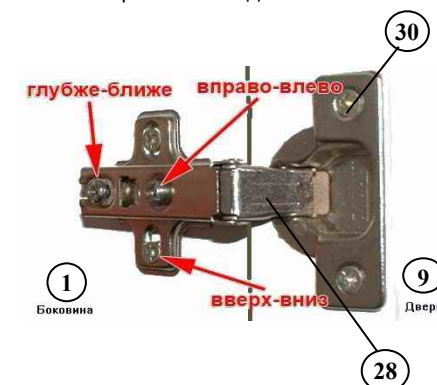

Рис.4 Крепление и регулировка распашного фасада
1. Установить в засверленные гнезда на внутренней поверхности двери левой (8) и двери правой (9) накладные петли (28) и ответную планку петли на боковые стенки (1,2) по разметке и закрепить их саморезами 4x16 (30).
2. Установить и отрегулировать двери (8,9) при помощи регулировочных винтов (рисунок 4).
3. Установить ручку (26) на двери (8,9).
1. Установить муфты эксцентриков (22) и шканты (31) в подходящие отверстия на боковинах ящиков (14,15). Вкрутить шток эксцентрика (22) в фасады ящиков (12) (рисунок 4,5).
2. Собрать корпус ящика по рисунку 6 при помощи винтов-конфирматов (20) и эксцентриковых стяжек (22).
3. Выверить прямоугольность корпуса ящика (равные диагонали). Дно ящика (7) завести в паз на фасаде (12), закрепить гвоздями (32) к задней панели (13) и боковинам ящика (14,15) .
4. На боковины ящиков (14,15) установить съемную часть направляющих (27) и закрепить их саморезами 3,5x12 (29). Передний край съемной части направляющих должен быть вровень с боковинами ящика(11,12)
5. Установить ручки (26) на фасады ящиков(12).